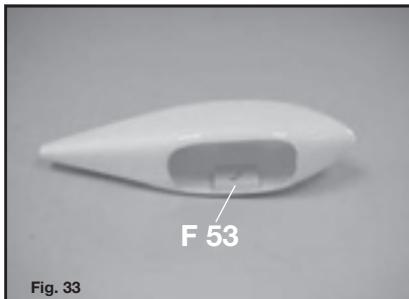

Fig. 33
Glue the support (F53) in the wheel pants, see Fig.33.
*Verlijm de versteviging (F53) in de wielkap, zie Fig. 33.*
Collez le renfort (F53) dans le carénage de roue, voir Fig. 33.
*Kleben Sie die Verstrebungen (F53) in die Radschuhe. Siehe Fig. 33.*